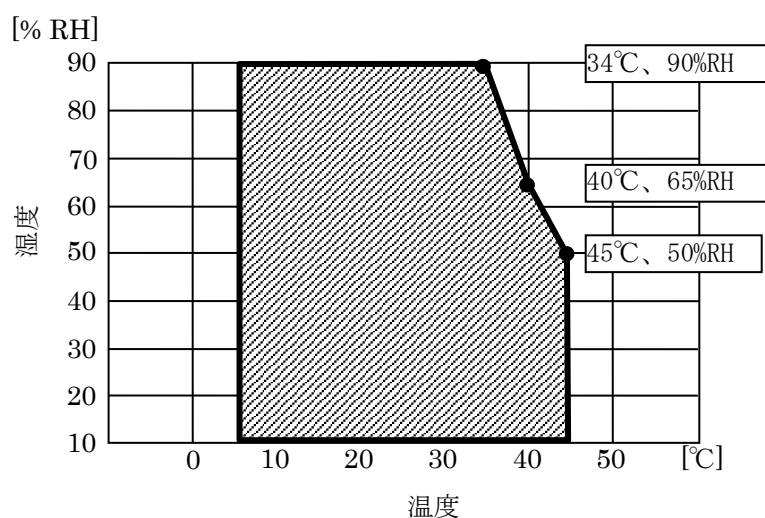

図 18-1 動作温湿度範囲
*3: 各温度での保証可能湿度は図 18-1の範囲内となります。